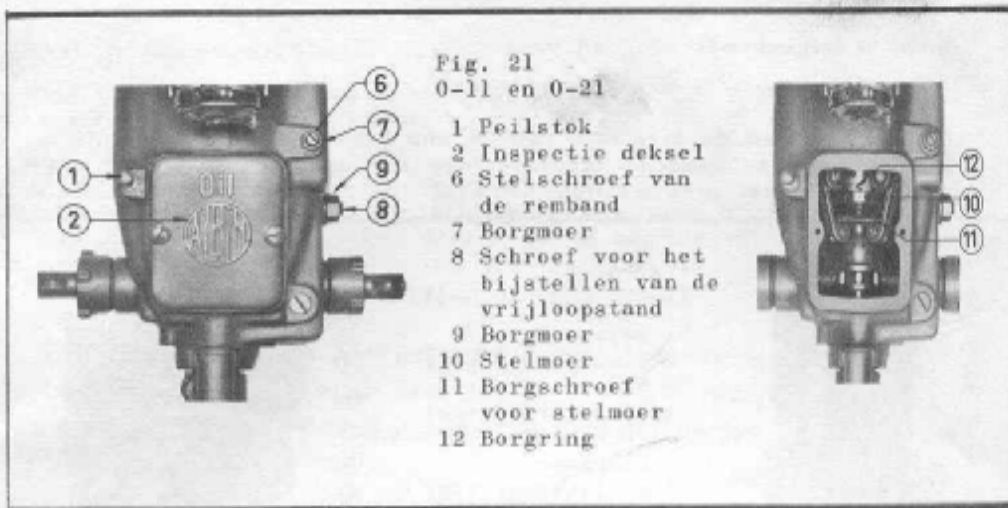

Fig. 21
Als de koppeling slijpt bij achteruitvaren, kan dit verholpen worden door de schroef nr. 6 in Fig. 21 aangegeven, als volgt bij te stellen:
- 1 Maak de borgmoer 9 (fig. 21) los.
- 2 Draai de borgschroef 11 (fig. 21) los totdat hij vrij is van de groef in de borgring 12.